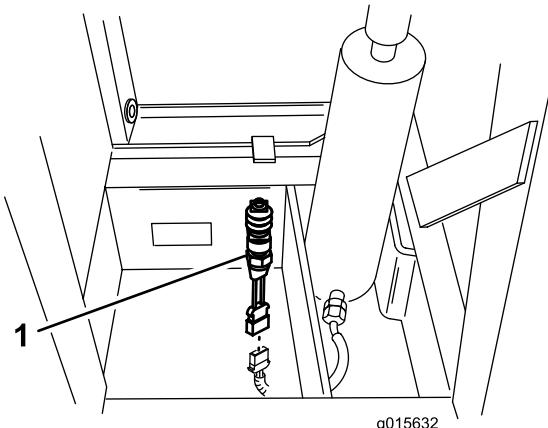

図 19
- ハーネスを、フレーム・チューブに取り付けたホッパー・スイッチまで導き図 19ハーネスをスイッチに接続する。